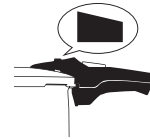

Fig. 13
2. Cuando el indicador de presión esté en la posición inicial y el pasador ya no sea visible, se habrá liberado toda la presión de la olla a presión y podrá abrirla (Fig. 13).